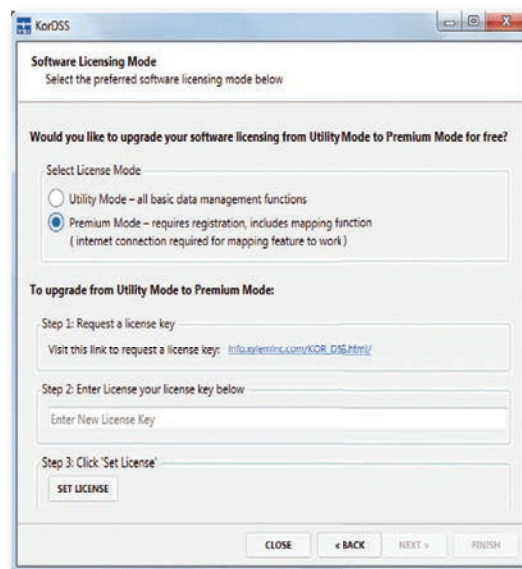

Figura 85 Schermata modalità gestione licenze software
2. Nella schermata della modalità di gestione licenze software, selezionare **Modalità Premium** se si desidera visualizzare i percorsi di campionamento su una mappa (connessione internet richiesta) (Figura 85). Per passare alla modalità Premium gratuitamente, seguire il link, registrare il ProDSS, quindi utilizzare il codice inviato via e-mail per l'upgrade alla modalità Premium. È possibile effettuare l'upgrade alla modalità Premium in qualsiasi momento andando alla scheda File in KorDSS.